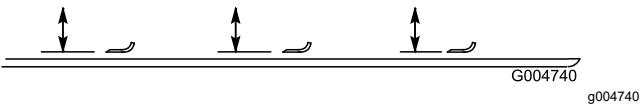

图 24
3. 旋转刀片直至刀片端部前后对照测量从滚刀组内侧到刀片前部的刀刃之间的距离图 24。